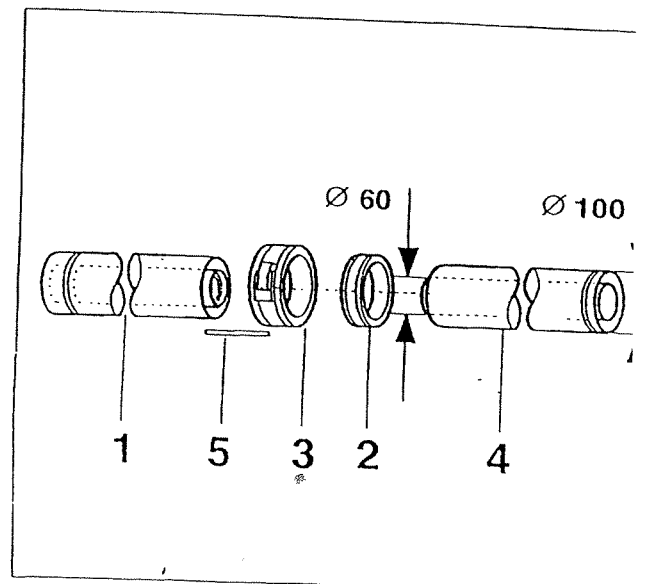
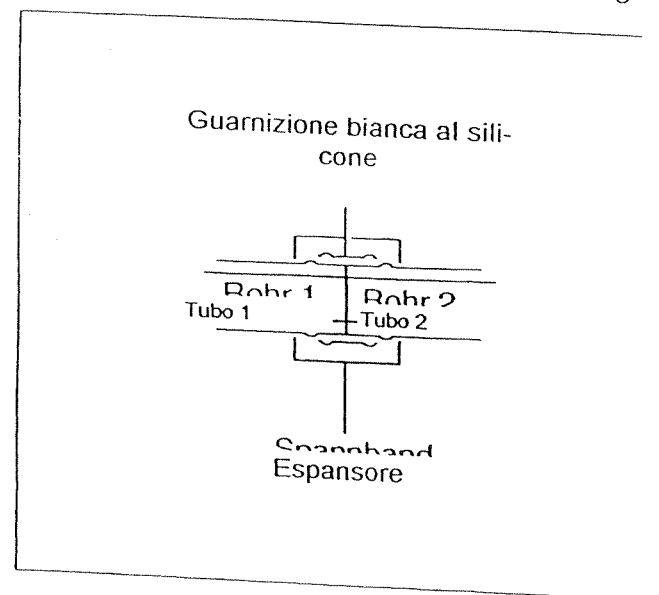

Fig. 7 Raccordo del tubo apporto aria / scarico gas
Fig. 8 Inserimento dell'espansore
- ◆ Ingrassare leggermente la guarnizione blu di silicone del tubo 1 (Fig. 7, punto 1).
- ◆ Spingere sul tubo 1 l'anello di tenuta al silicone (Fig. 7, punto 2) e l'espansore (Fig. 7, punto 3).
- ◆ Con un piccolo movimento di rotazione, spingere il tubo 1 e il tubo 2 (Fig. 7, punto 4) l'uno nell'altro.
- ◆ Spingere l'anello di tenuta al silicone sul punto di raccordo (Fig. 7, punto 4).
- ◆ Spingere l'espansore sul punto di raccordo, chiudere e fissare con una copiglia (Fig. 7, punto 5). Accertarsi che l'espansore si trovi sulla parte rigonfia dei tubi (Fig. 8).